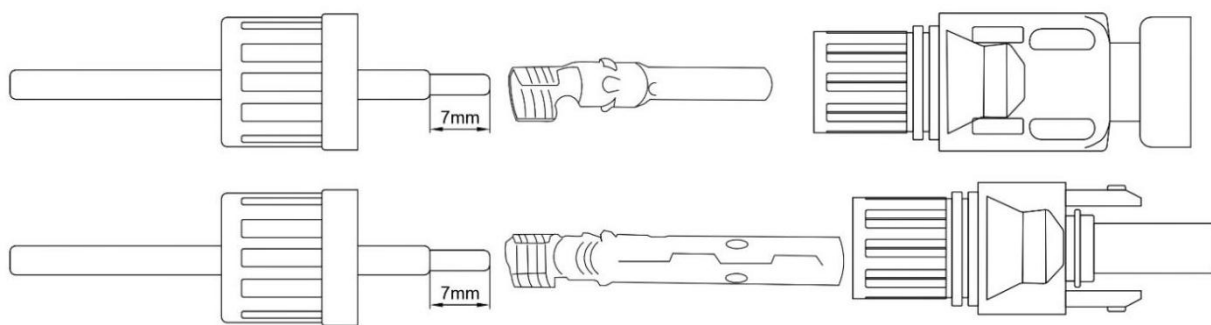

Figura 2.12 Porca da capa do conector
1. Remova a capa do conector DC cerca de 7mm e retire a porca da capa do conector veja a figura 2.12.